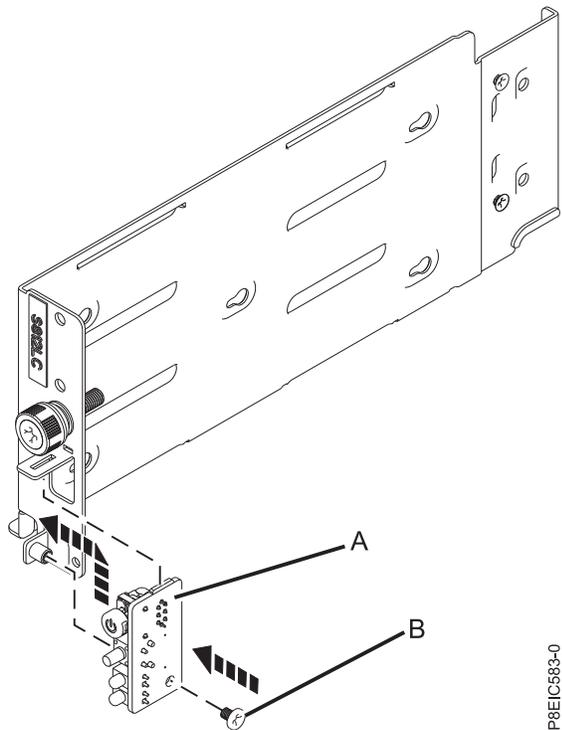

Figura 63. Substituindo a placa do comutador de energia
2. Utilizando a guia de alinhamento, insira o comutador de energia da placa de (A) e o cabo para cima e para dentro do suporte; substitua o parafuso (B) para prender a placa do comutador de energia, conforme mostrado na Figura 63 na página 57.